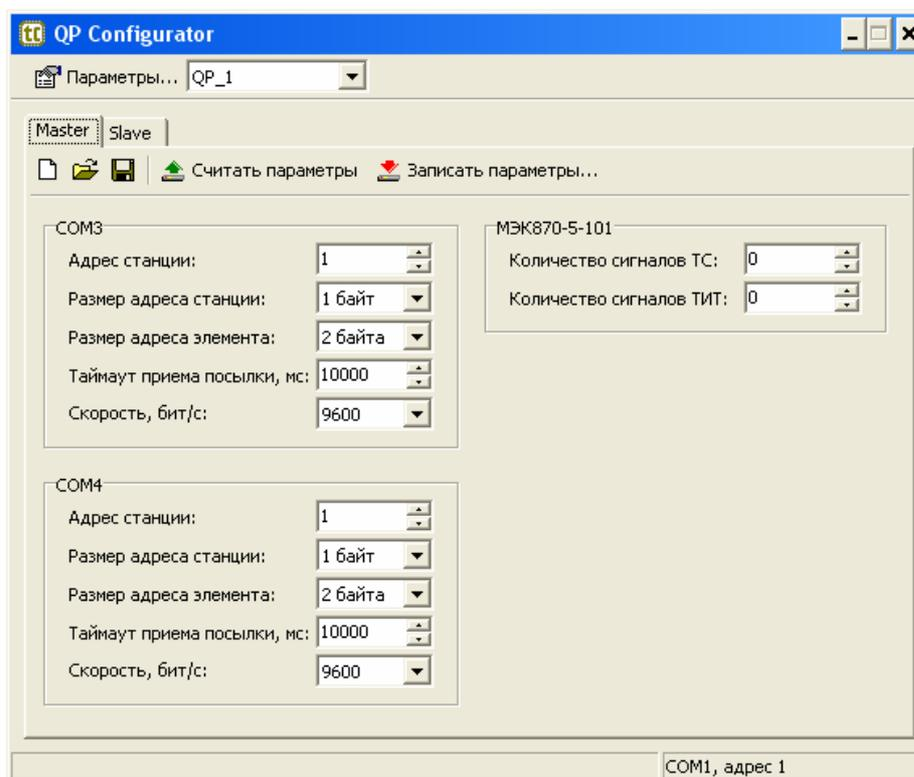

Рисунок 5 – Настройка параметров платы Master
Примечание. Вы можете добавить нужное количество контроллеров QP и установить индивидуальные параметры соединения для каждого из них. Затем можно просто выбирать из списка соединений (рисунок 5).
- 3) выберите закладку Master; выберите из списка соединений «QP_1»; нажмите кнопку «Считать параметры» - программа загрузит из контроллера текущие параметры платы Master (рисунок 5). Измените, при необходимости параметры и нажмите кнопку «Загрузить параметры...» - программа загрузит в плату Master модифицированные параметры;